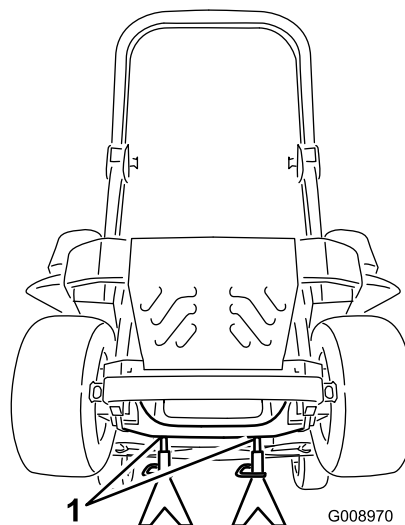

Figura 90
3. Sollevate la macchina e sostenetela su cavalletti (Figura 90).
9. Rimuovete i cavalletti metallici e abbassate la macchina (Figura 90).